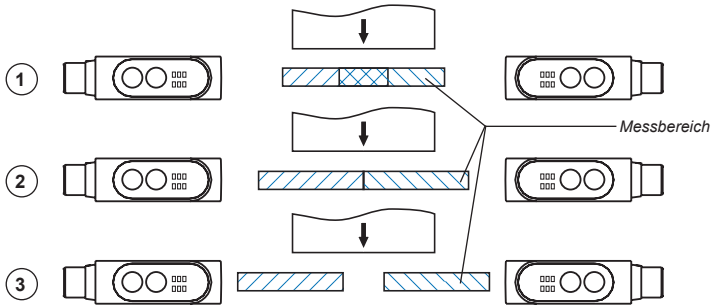

Abb. 20
Bei diesem Messverfahren werden zwei FT 50 RLA...S1 miteinander gekoppelt. Die Sensoren stehen sich dabei gegenüber (Dicken-Differenzmessung, Funktion Nr. 26) oder werden parallel angeordnet (Parallel-Differenzmessung, Funktion Nr. 27). Die Messbereiche können bei der Dicken-Differenzmessung überlappen (1), direkt angrenzen (2), oder auseinanderliegen (3) (Abb. 20).
1. Montage: Referenz-Objekt (Sollwert) im Messbereich positionieren und beide FT 50 RLA... (S1 Typen) so montieren, dass der Abstand zum Objekt immer innerhalb der Tastweite der Sensoren liegt (Abb. 20 und 22).
Obwohl ein FT 50 RLA nur einen Messbereich von 70, 100, oder 220 mm hat, ist es möglich durch die **Master-Slave-Schaltung** auch **Überbreiten** zu messen. Der Lösungsansatz ist durch die Anordnung beider Sensoren gegeben (Abb. 20). Der benötigte Messbereich hängt von der maximalen Dickendifferenz ab. Bei geringfügig schwankenden Dicken und geringen Führungsschwankungen können Sensoren mit kleinem Messbereich gewählt werden.